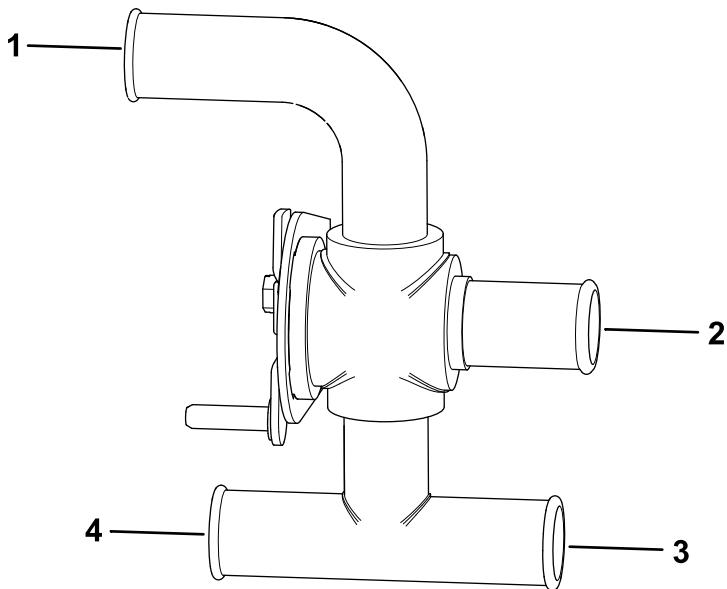
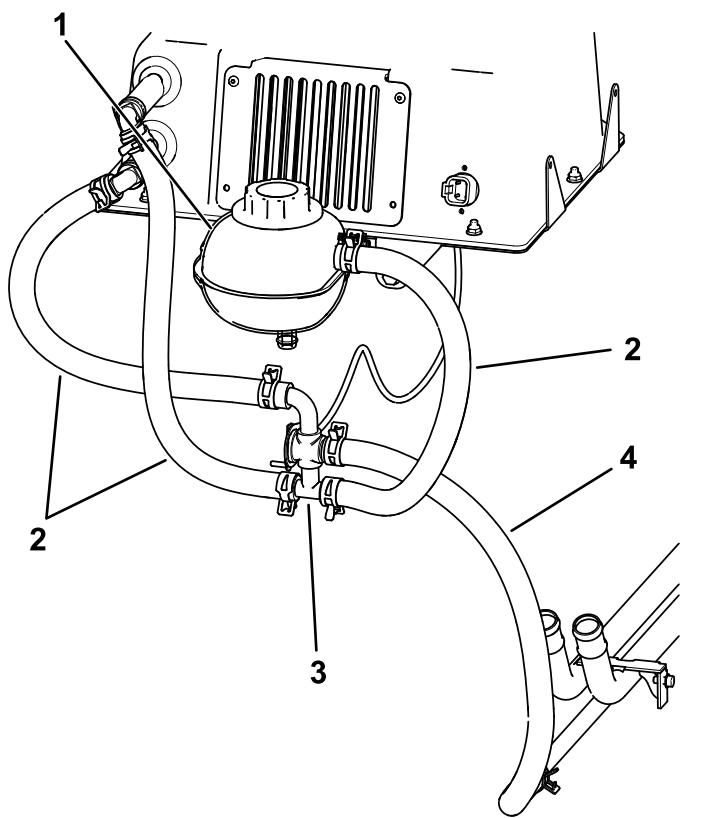

Рисунок 21
Рисунок 22
2. Подсоедините 2 шланга охлаждающей жидкости, предварительно установленные на блоке обогревателя, к соответствующим отверстиям на водяном вентиле с помощью 2 ленточных хомутов (Рисунок 21).
Примечание: Если на машине установлен плужный снегоочиститель BOSS, проложите нижний шланг сердечника обогревателя (Рисунок 21) вокруг электромагнитного клапана снегоочистителя.
вентилю с помощью ленточного хомута (Рисунок 21 и Рисунок 22).
- Подсоедините оставшийся шланг к водяному вентилю с помощью ленточного хомута, затем подсоедините другой конец шланга к большому отверстию на верхнем бачке с помощью ленточного хомута (Рисунок 21 и Рисунок 22).